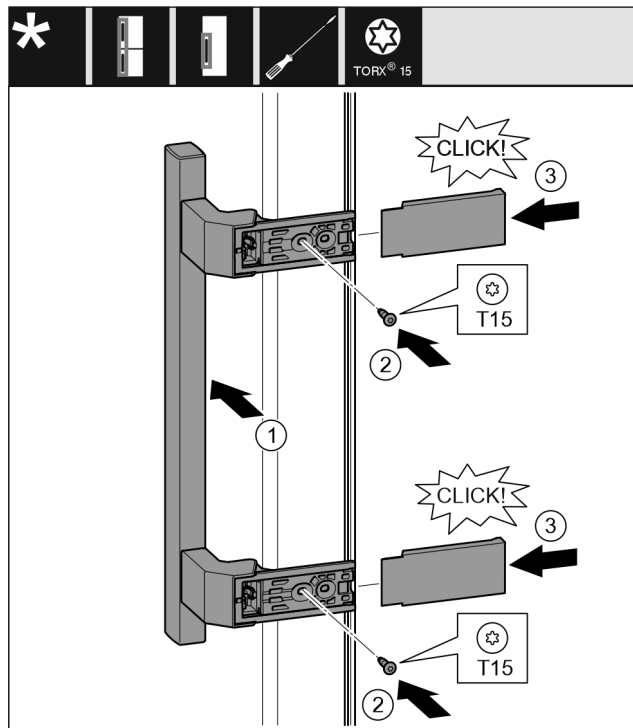

Fig. 18
- ▶ Встановіть ручку з протилежного боку. Fig. 18 (1)
- ▶ За допомогою викрутки T15 закрутіть гвинти. Fig. 18 (2)
- ▶ Встановіть збоку кришки і посуньте їх. Fig. 18 (3)